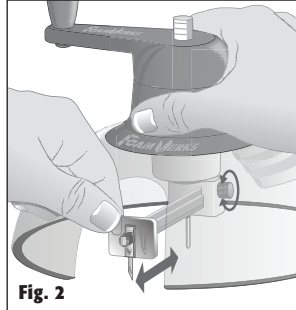

Fig. 2
- 1 Loosen the **Beam Adjustment Knob** and set the **Scaled Cutting Beam** to the desired circle diameter. Read the scale to the left of the **Beam Block**. Tighten the **Beam Adjustment Knob** (**Fig. 2**).
- Desserrer la molette de réglage de verge et régler la verge de découpe calibrée sur le diamètre voulu. Lire le calibrage à gauche du bloque-verge. Serrer la molette de réglage de verge (Figure 2).